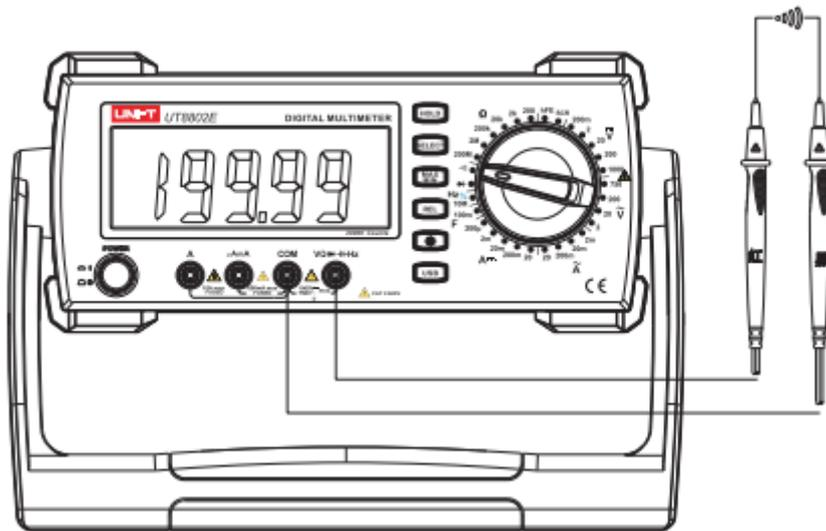

Abbildung 7
7. Messung der Kontinuität (siehe Abbildung 7)